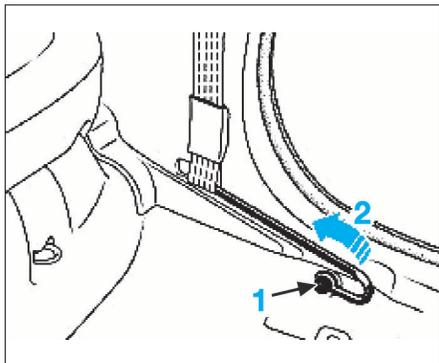

FIG. 18
- Déposer la vis (1) de fixation (Fig.18).